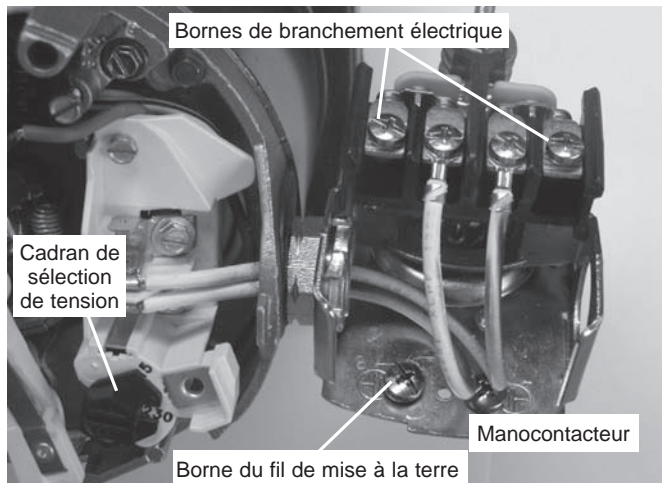

Figure 14 : Tension réglée à 230 V sur sélecteur à cadran
3. Fixer les fils d'arrivée de courant aux deux vis extérieures du manostat (Figure 14).
4. Relier le fil de terre aux bornes de raccord de mise à la terre (Figure 14).
- 1 ° Brancher tout d'abord le fil de mise à la terre, comme il est illustré à la Figure 14. Le fil de mise à la terre doit être un fil de cuivre massif d'un diamètre au moins aussi gros que le diamètre des fils de tension.
- 4 ° Brancher les fils de tension sur le manostat, comme il est illustré à la Figure 14. Le câblage de la pompe est maintenant terminé.